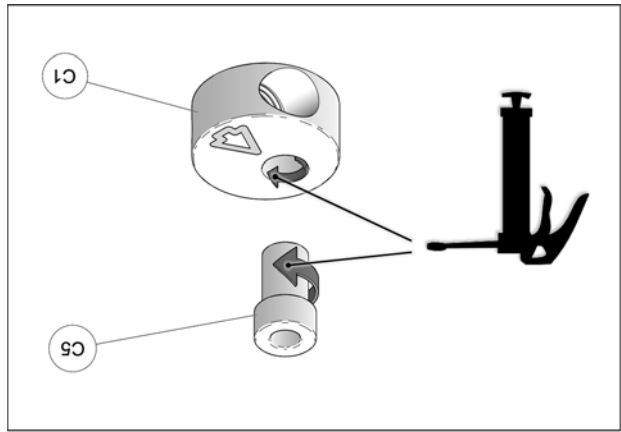

Fig. 23
13. À l'assemblage, les bagues espacesurs (C5) doivent être graissées. Appliquer une couche de graisse uniforme sur toute la circonférence de la bague espaceur et dans le logement du disque en aluminium (C1). Voir la Fig. 23